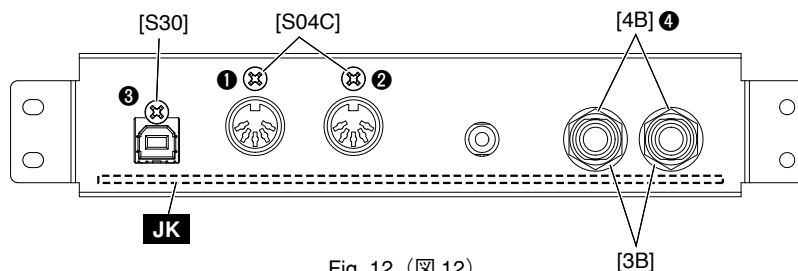

Fig. 12 (図 12)
13-2. Remove the two (2) screws marked [S04C], two (2) hexagonal nuts marked [4B], two (2) washers marked [3B] and three (3) screws marked [S03G]. The JK circuit board can then be removed. (Fig. 12)
* **Tighten the screws in the numerical order of ① to ⑤ in the figure during installation of the JK circuit board.**(Fig. 12)
13-2. [S04C] のネジ 2 本、[S30] のネジ 1 本、[4B] の特殊六角ナット 2 個、[3B] のワッシャー 2 個、[S03G] のネジ 3 本を外して、JK シートを外します。(図 12)
※ JK シートを取り付けるときは、図中の数字 ① から ⑤ の順にネジ締めをしてください。(図 12)